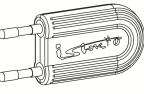

Рис. 2. СРЕДСТВО КОНТРОЛЯ
- 1.7. В комплект поставки УСТРОЙСТВА может входить средство контроля зоны функционирования (имитатор искрения – УЗДП-СК-001 (далее – СРЕДСТВО КОНТРОЛЯ), выполненный (рис.2) в виде вилки и вставляемое в стандартные розетки, находящиеся в составе защищаемой цепи. Информация о комплектации УСТРОЙСТВА СРЕДСТВОМ КОНТРОЛЯ УЗДП-СК-001 отражается в Свидетельстве об упаковывании (п.14).